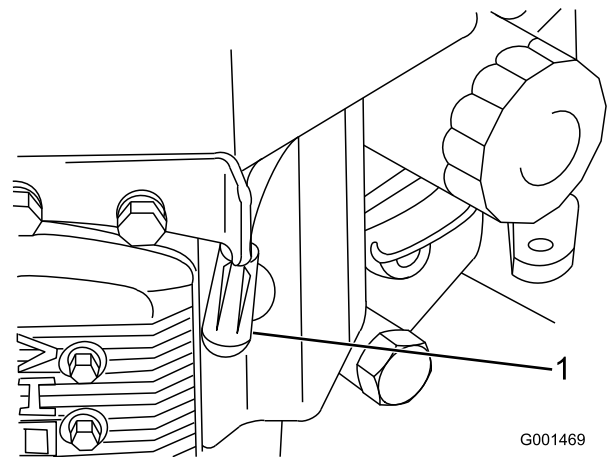

Bild 37
3. Klemmen Sie das Zündkabel von der Zündkerze ab (Bild 37).